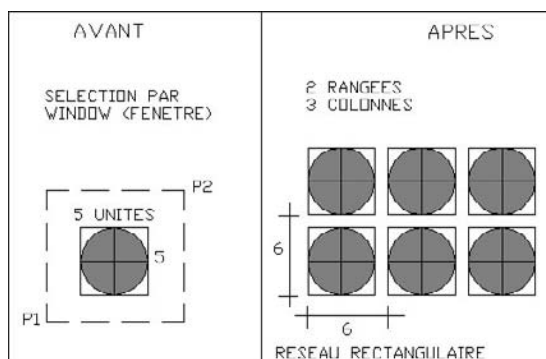

Fig.5.8
- 8 Cliquer sur **OK** pour confirmer (fig.5.8).